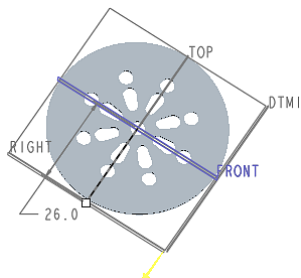

图 8.4.4 基准平面的建立
(2) 参照步骤（1）的操作方法选取 FRONT 面为参考，完成基准平面 DTM2 的创建，如图 8.4.4 所示。